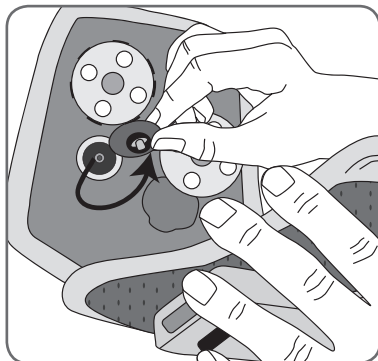

図 25 : 電極ベースのスナップを外しているところ
3. 電極ベースのスナップをプラグ穴から外します(図 25 を参照)。